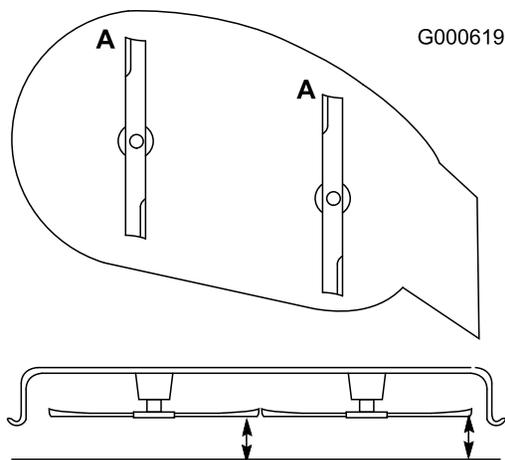

Figure 38
2. Tournez les lames dans le sens longitudinal (Figure 38). Mesurez la distance entre la surface plane et le tranchant (position **A**) des lames (Figure 38) et notez cette valeur.